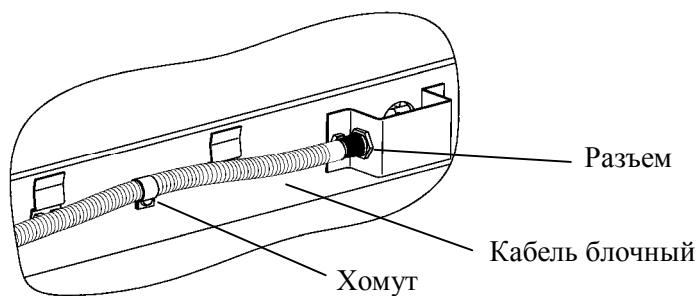

Рис. 4.4 - Подключение кабеля к платформе
4.2.2.3 Соединить индикатор с платформой кабелем. Для защиты разъема платформы от случайных повреждений закрепить кабель к платформе хомутом как показано на рис. 4.4.